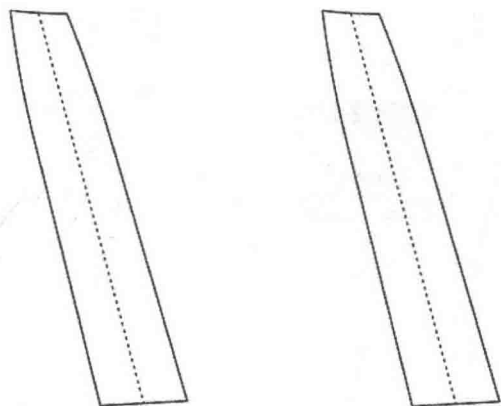

图6-48 处理分割片
④选择  【调整】工具把刚才画好的分割线上段部分调顺。
⑤选择  【移动】工具, 按住【Shift】键, 进入【复制】功能。把刚才画好的二段分割线复制到空白处。
⑥选择  【比较长度】工具, 算出二条分割线的长短差量。然后选择  【调整】工具, 按【Enter】键用偏移方式把二条分割线调整为等量的 (图 6-48)。